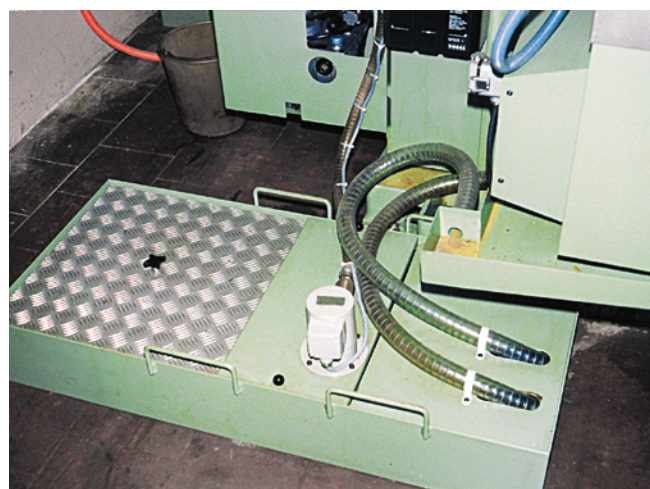

Abb. 4: Abgedeckte KSS-Sammelbecken
- Abdecken der KSS-Sammelbecken (Abb. 4),